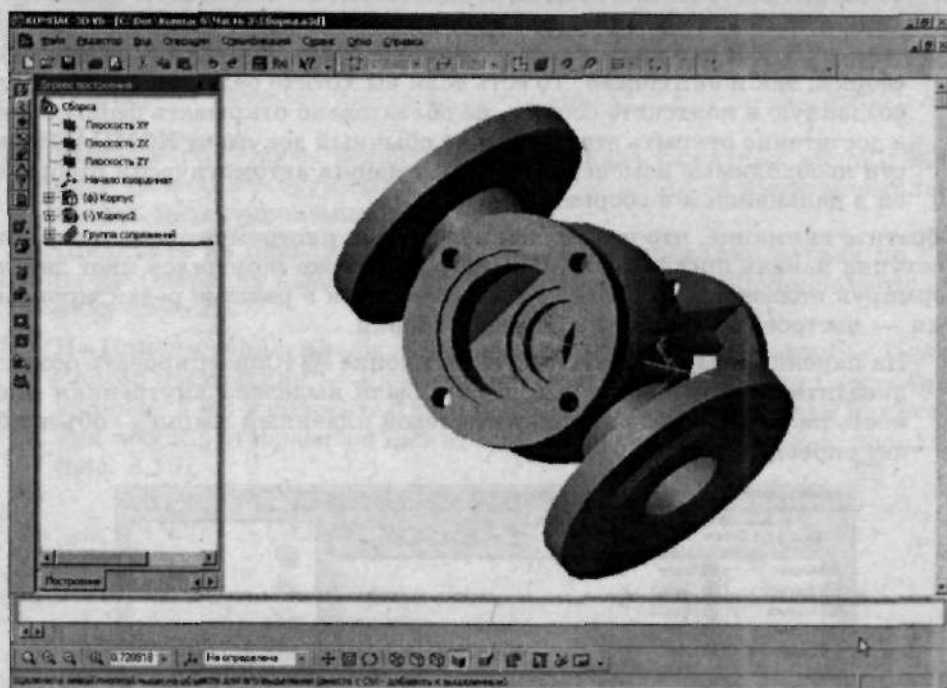

Рис. 3.14. Поверните деталь для того, чтобы создать эскиз будущей детали
1. Поверните деталь как показано на рис. 3.14, используя инструмент  (Повернуть), для последующего создания эскиза.